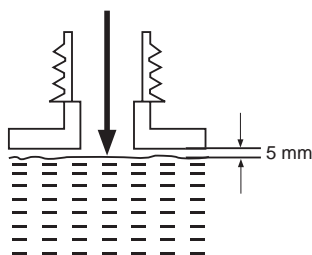

Fig.12
- > Évitez de trop remplir le réservoir. Laissez un espace d'environ 5 mm entre la surface du lubrifiant et la paroi supérieure du réservoir, afin que le lubrifiant puisse se répandre de manière uniforme (Fig.12).